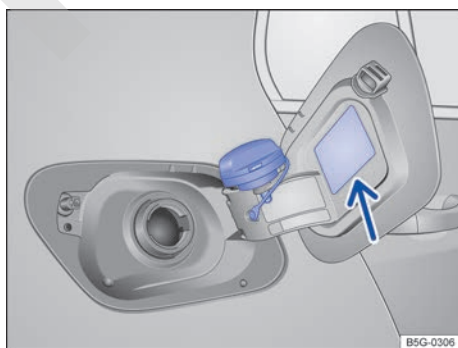

Fig. 181 Tapa del depósito de combustible abierta con el tapón enganchado en ella.
- Desenrosque el tapón del depósito en el sentido contrario al de las agujas del reloj y engánchelo en la parte superior de la tapa → fig. 181.
El tipo de combustible que utiliza el vehículo figura en el adhesivo situado en la cara interior de la tapa del depósito de combustible → fig. 181 (flecha).